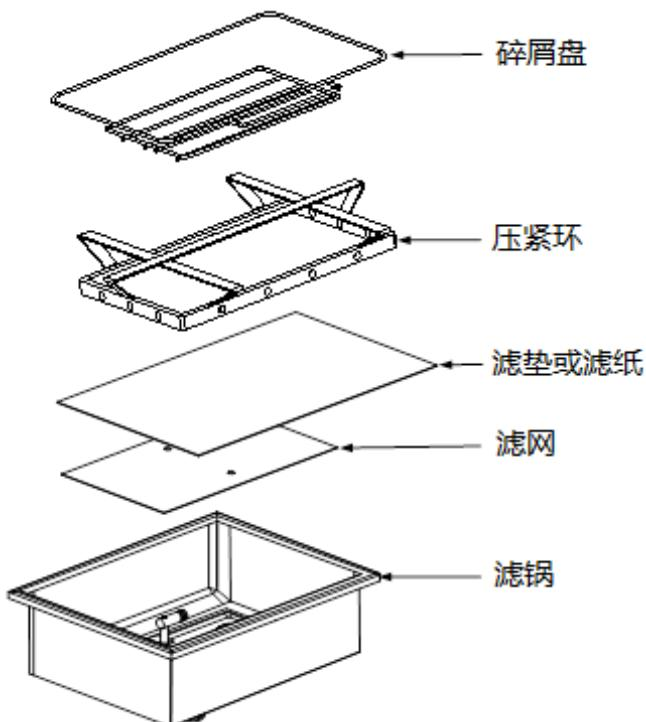

图 1
1. 从炉柜中拉出滤锅，取下碎屑盘、压紧环、滤纸和滤网。（参见图 1）使用溶有洗涤剂和热水的溶液清洗所有组件，然后将其彻底晾干。
3. 然后以相反顺序，将金属滤网放置在过滤盘底部中心，接着放一张滤纸在滤网上面，所有边均需重合。(参见图 1) 如果使用滤垫，确保滤垫粗糙面朝上，并将滤垫放置在滤网上，确保滤垫处于滤锅的凸脊之间。